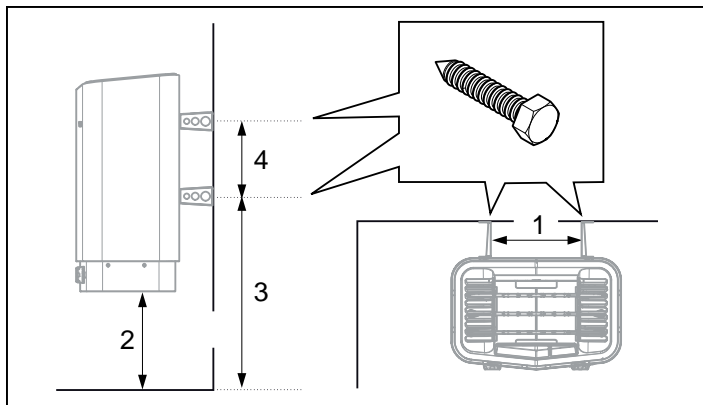

Fig 13: Måtsättning
7. Placera konsolskruvarna enligt måttsättning se Fig 13.